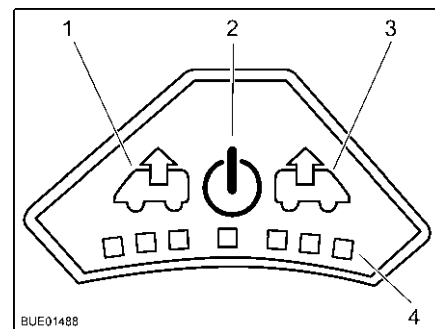

Bild 95 Bedienfeld des Ventilators
- Taste Ein/Aus (Bild 95,2) drücken. Der Ventilator läuft im Komfortmodus (Entlüften mit niedrigster Ventilatordrehzahl).
- Um die Ventilatordrehzahl zu erhöhen: Taste Entlüften (Bild 95,1) drücken. Die Ventilatordrehzahl in Entlüftungsrichtung nimmt um eine Stufe zu. LEDs (Bild 95,4) zeigen die Schaltstufen an.
- Um die Ventilatordrehzahl zu verringern: Taste Belüften (Bild 95,3) drücken. Die Ventilatordrehzahl nimmt um eine Stufe ab.
- Um die Ventilatordrehzahl zu erhöhen: Taste Belüften (Bild 95,3) drücken. Die Ventilatordrehzahl in Belüftungsrichtung nimmt um eine Stufe zu. LEDs (Bild 95,4) zeigen die Schaltstufen an.
- Um die Ventilatordrehzahl zu verringern: Taste Entlüften (Bild 95,1) drücken. Die Ventilatordrehzahl nimmt um eine Stufe ab.
- Taste Ein/Aus (Bild 95,2) drücken. Der Ventilator stoppt, die LEDs erlöschen.